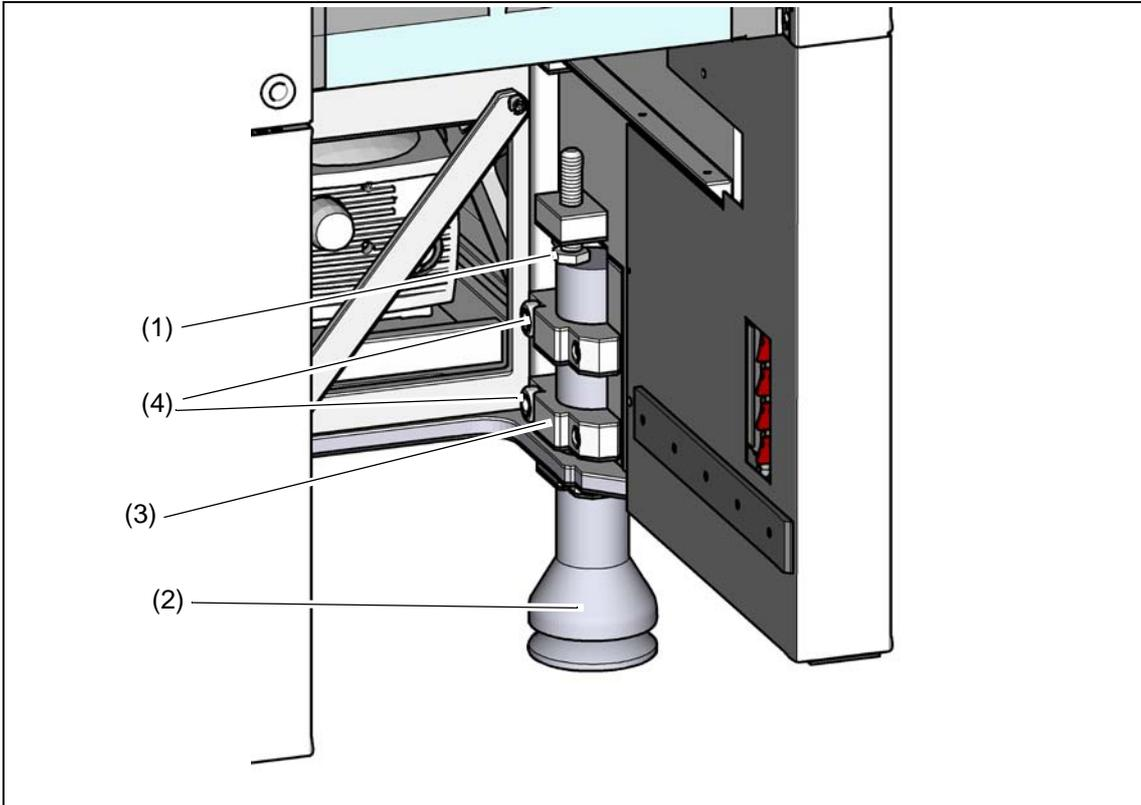

图 4.3-7 预设贴片机外部支脚的高度
→ 用螺丝刀（尺寸 19mm）小心地拧松六角套筒螺钉 M24x90（图 4.3-7 中的 2，第 212 页），让外部贴片机支脚（图 4.3-7 中的 1，第 212 页）慢慢地滑到停止位置处。
- 用叉形扳手（尺寸 36）调整设置螺钉 M24x2x120（图 4.3-7 中的 3，第 212 页），实现上表指出的相应传送导轨高度所需的距离值。
- 继续小心地下降贴片机，直到贴片机接触高度调整设置螺钉 M24x2x120（图 4.3-7 中的 3，第 212 页）。